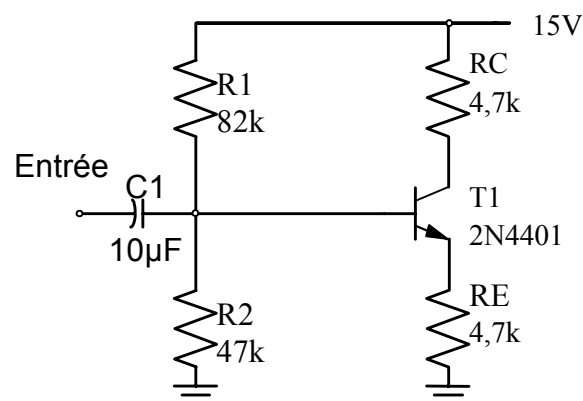

Figure 6-11
- a) Réalisez le montage de l'amplificateur de la Figure 6-11 et prenez les mesures nécessaires afin de compléter le Tableau 6-9 e
Utilisez le générateur de signaux comme source d'une tension sinusoïdale à l'entrée de l'amplificateur de la Figure 6-11. Ajustez l'amplitude du signal à 0,5V crête à crête et la fréquence à 1 kHz environ.